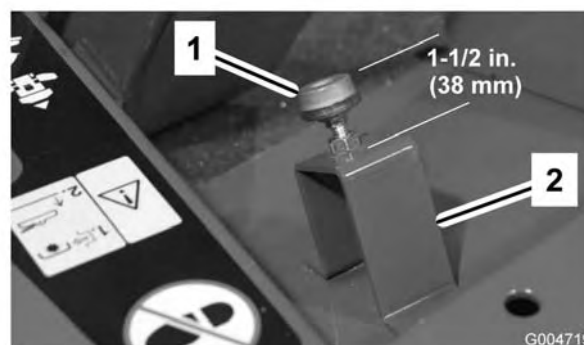

Figura 68
2. Controllate la regolazione dell'arresto del pedale della trazione. La distanza tra la parte superiore del cavalletto e la parte superiore dell'arresto deve essere di 38 mm (Figura 68). Allentate i dadi e regolate la distanza come opportuno.